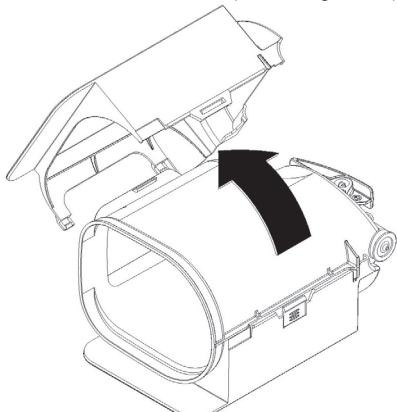

figura 10
- 2** Rimuovere la parte sinistra del recover e successivamente la destra. (vedere figura 10).